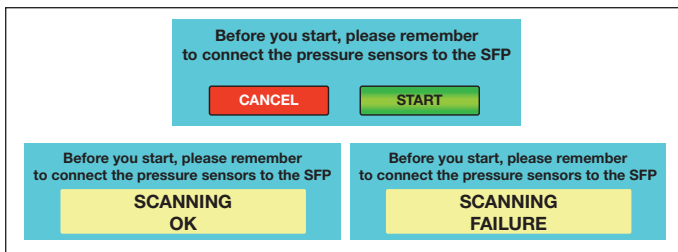

Abbildung 17, Hinweise bei Funktion „Auto Scan“ (Automatisches Scannen)
3. Schaltfläche „Special Parameters“ (Sondereinstellungen): Durch Drücken dieser Schaltfläche kann der Benutzer auf den Bildschirm mit den Sondereinstellungen zugreifen (für nähere Informationen siehe Abschnitt 5.4). Das System verlangt einen Benutzernamen (Parameter) und ein Passwort (200).
7. Funktion „Auto Scan“ (Automatisches Scannen): Wenn Sie diese Taste drücken, findet das System die Anzahl der angeschlossenen und für die Arbeit verfügbaren Zylinder. Dieser Scanvorgang basiert auf der Ermittlung der Anzahl der Anschlüsse der Druckwandler. Daher ist es wichtig, dass alle Druckwandleranschlüsse korrekt angeschlossen sind, bevor Sie diese Funktion ausführen. Siehe Abbildung 17, um die Hinweise anzuzeigen, die bei der Verwendung der Scan-Funktion erscheinen).